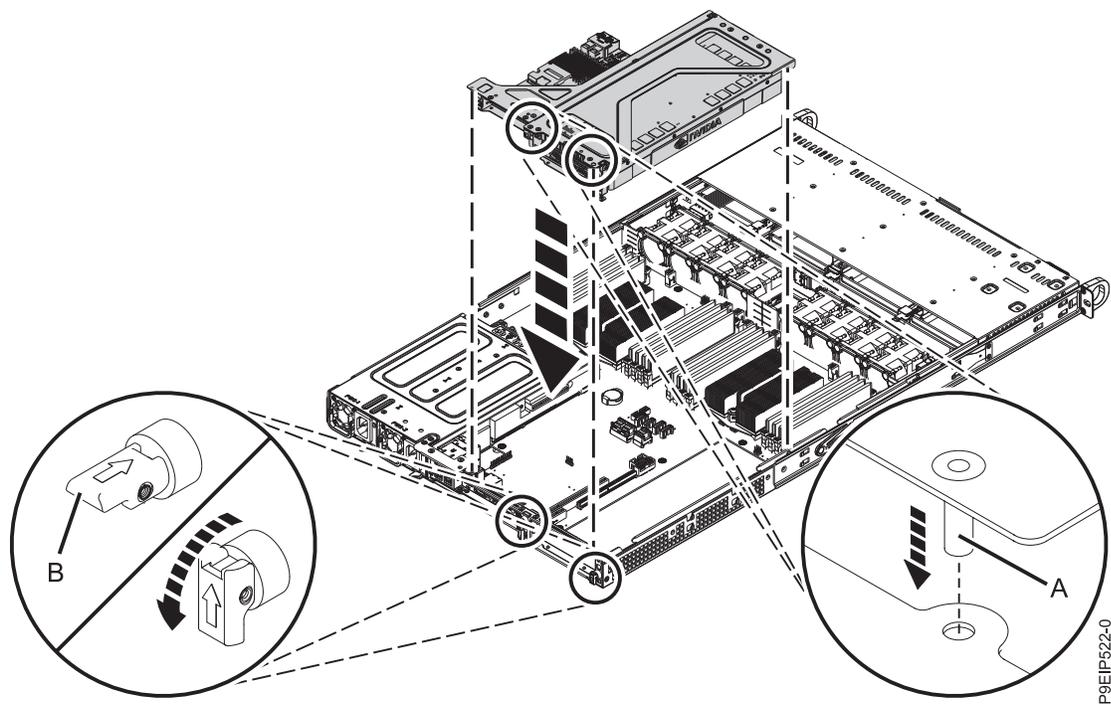

Figura 49. Substituindo o riser PCIe
- f. Coloque o riser do adaptador PCIe e os adaptadores PCIe que ele contém no painel traseiro do sistema, conforme mostrado na Figura 49.